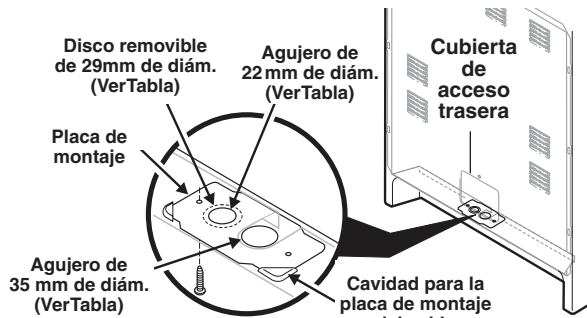

Fig. 9
Consulte la Tabla del Tamaño de la Abertura de Conexión de la Estufa (Figs. 9 y 10) para la información sobre los amperes del juego de cordón. Los bornes en los extremos de los alambres deben ser de anillo cerrado u horquillas abiertas con extremos dirigidos hacia arriba.
Se debe retirar la cubierta de acceso trasera (Fig. 9). Para retirar, afloje el tornillo central (un tornillo) y retire la cubierta de acceso. Así se puede tener acceso al tablero de bornes.
**NOTA:** La estufa es embarcada de la fábrica con un agujero de 1-3/8" de diámetro como se muestra. Para usar ya sea el agujero de 7/8" de diámetro o los discos removibles de 1-1/8" de diámetro. Ver la Fig. 9.
1. Siga las instrucciones de instalación del fabricante suministradas con el sujetacable e instale (Además vea las Figs. 9, 10 y 11).
5. Asegúrese de que todas las tuercas estén firmemente apretadas y vuelva a colocar la cubierta de acceso trasera (Ver Fig. 9).
3. Asegúrese de que todas las conexiones estén firmemente apretadas y vuelva a colocar la cubierta de acceso trasera (Ver Fig. 9).
5. **(Conexiones permanentes trifilares y tetrafilares)** Asegúrese de que todas las tuercas estén firmemente apretadas y vuelva a colocar la cubierta de acceso trasera (Ver Fig. 9).